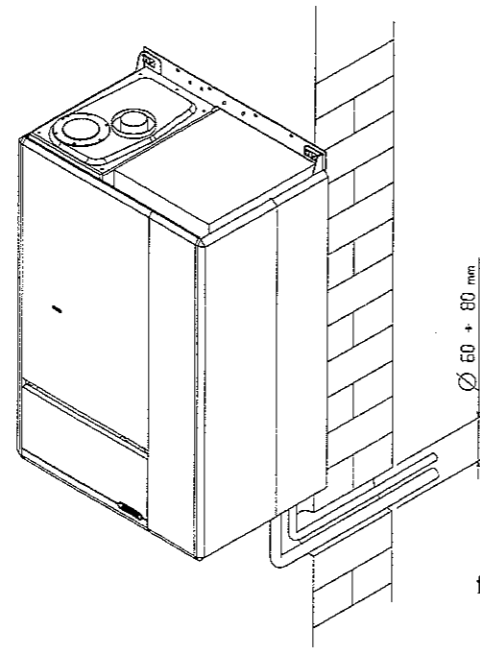

fig. 6
- sagomare le linee ed introdurle attraverso il foro predisposto nella parete (circa 6-8 cm) (fig. 6);